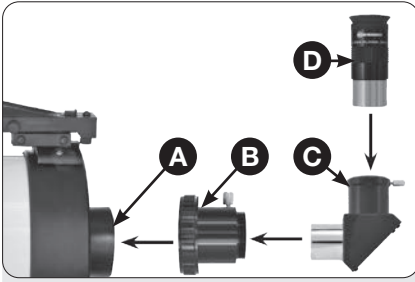

Abb. 11: Montage-Reihenfolge des optischen Zubehörs an der Fokussiereinheit.
11. Anbringen der Okularhalterung (Abb. 11): Entfernen Sie die Staubschutzkappe an der Öffnung des Strahlengangs am Tubusende (A, Abb. 11). Setzen Sie die Okularhalterung (B, Abb. 11) auf das Gewinde am Tubusende und schrauben die Überwurfmutter darüber handfest an. Dann stecken Sie den Zenitspiegel (Abb. 11, C) in der gewünschten Orientierung in den Okularhalter und klemmen diesen mit der seitlichen Rändelschraube.
12. Einsetzen des Okulars (Abb. 11) für den Geradesichtmodus: Entfernen Sie die Staubschutzkappe von der Okularhalterung. Legen Sie die Staubschutzkappe an einen sicheren Platz und setzen Sie sie wieder ein, wenn Sie mit dem Beobachten fertig sind, damit kein Schmutz in das Teleskop eindringt. Lösen Sie die Rändelschraube und setzen Sie das mitgelieferte Okular (D, Abb. 11) in die Okularhalterung ein. Ziehen Sie anschließend die Schraube wieder handfest an, damit das Okular fest sitzt.
13. Einsetzen des Zenitspiegels (Abb. 11): Für einen bequemeren nacken-
freundlichen Einblick in Zenithöhe empfehlenswert. Er wird statt des Okulars (D, Abb. 11) in die Okularhalterung (B, Abb. 11) eingesetzt. Anschließend wird das Okular in die Aufnahme des Zenitspiegels eingesetzt. Ziehen Sie nach dem Einsetzen von Zenitspiegel und Okular jeweils die entsprechenden Fixierschrauben wieder gut an, damit alle Teile sicher in Ihrer Position befestigt sind.